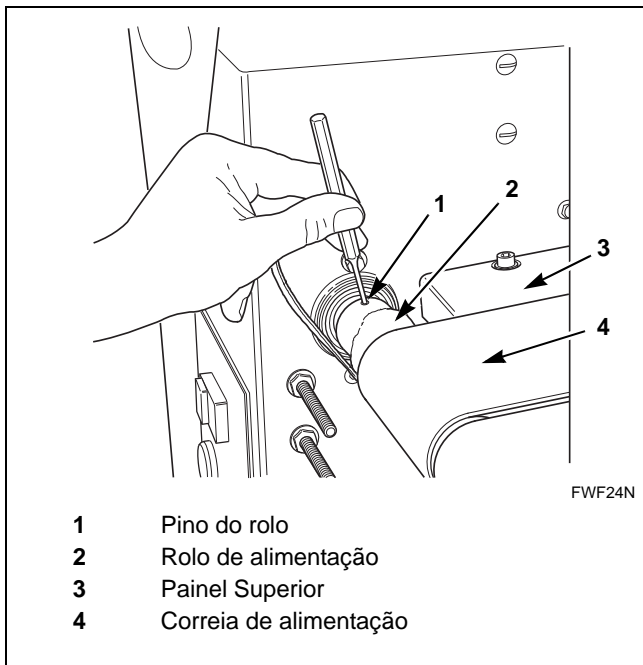

Figura 29
4. Usando um ponção, retire completamente o pino do rolo de alimentação. Consulte *Figura 29*.